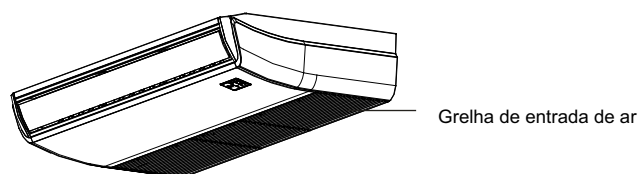

Fig. 6-1
- Abra a grelha de entrada de ar com uma chave de fenda ou algo semelhante (ver Fig. 6-1)